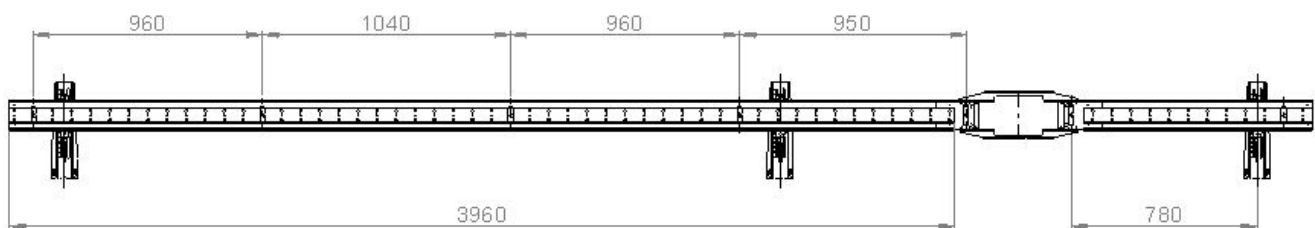

Abb. 58: Abstände der Schienenhalter 0831 im Tragprofilssystem ProShell 128
- Die Abstände der Schienenhalter sind wie in Abb. 58 gewählt